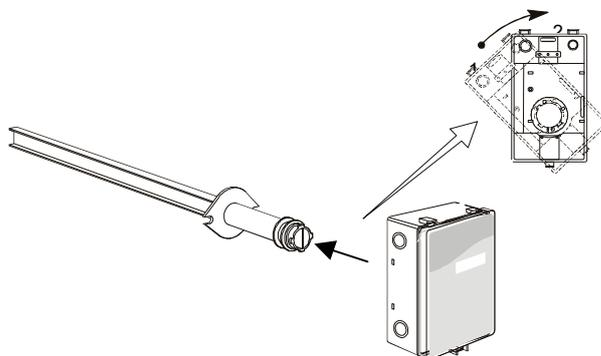

图5 主体安装
- ① 主体部分能通过嵌入式安装到取样探头上。将主体与探头的缺口对应塞进后，按照顺时针方向旋转到转不动时为止(图5)。